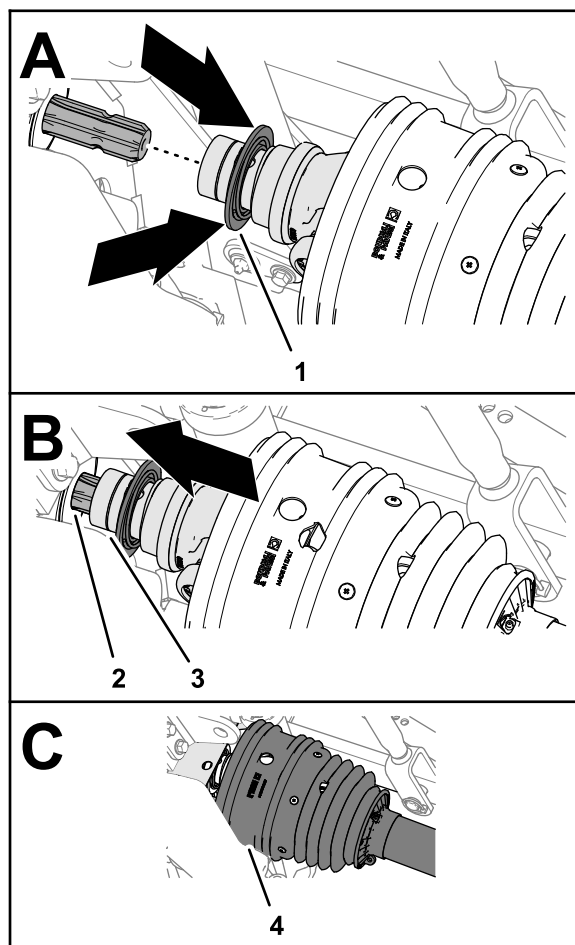

図 27
3. 駆動シャフトのヨークにあるカラーをスライドさせる 図 27。
4. ロックカラーを引いたまま、駆動シャフトのヨークを前進させてヨークのソケットを、PTO 出力シャフトのスプラインにはめ込む 図 27。
6. 駆動シャフトのヨークにシールドがはまっていることを確認する 図 27。